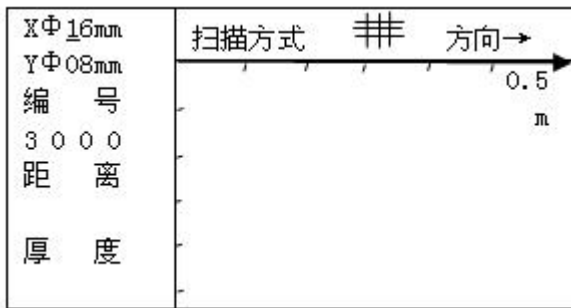

图 3-9 0.5×0.5m 网格扫描界面
0.5×0.5m 规格的网格钢筋扫描界面如图 3-9 所示，首先设置工程信息，包括已知横向（Y）和纵向（X）钢筋的直径（默认值为 XΦ16mm、YΦ08 mm）和工程编号（首位固定为 3）的设置，按 \leftarrow 、 \rightarrow 键移动光标位置，按 \uparrow 、 \downarrow 键可调整光标位置的数值，完成以上设定后按 \square 确定键确认设置，并进行探头自校正，此时探头应放置在空气中，远离强磁场干扰，同时屏幕上显示 wait!，当 wait! 消失后，探头自校正完毕，此时可进入检测状态。